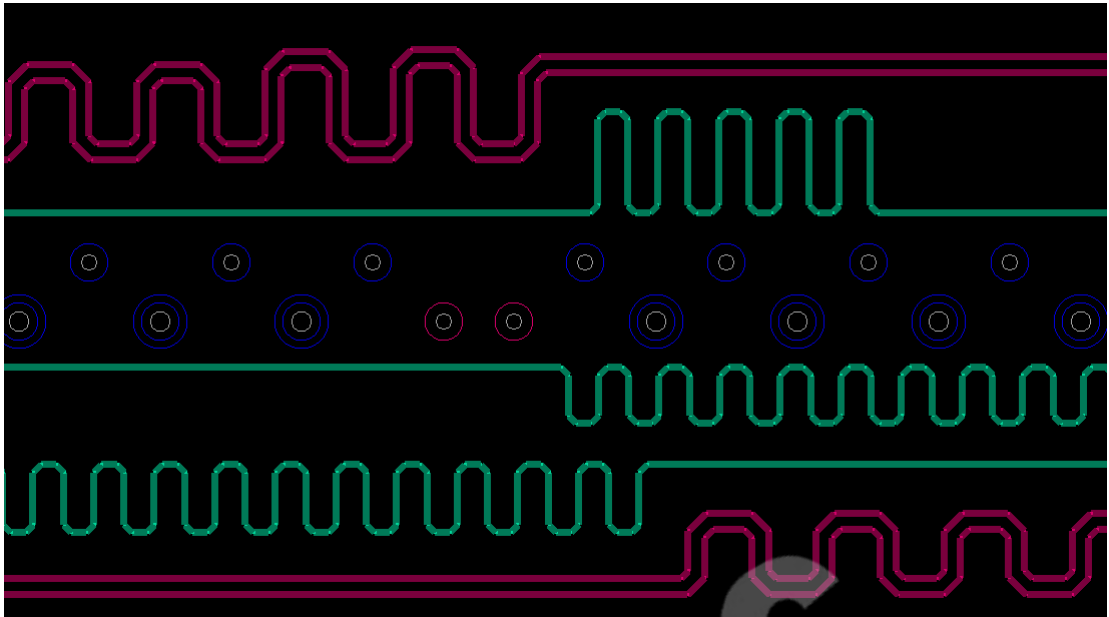

图 1. 单线和差分绕线方式示例
4. 蛇形绕线时单线按 3W，差分按 5W 绕线（W 为线宽）。且保证各 BUS 信号组内间距按 3H，不同组组间间距为 5H（H 为到主参考平面间距），DQS 和 CLK 距离其他信号间距做到 5H 以上。单线和差分绕线方式如下图 1 所示：